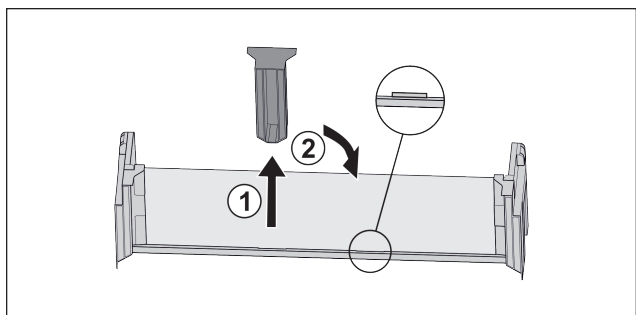

Fig. 18
- ▶ Middelste vasthouddoel lostrekken Fig. 18 (1).
- ▶ Middelste vasthouddoel in tweede positie inzetten Fig. 18 (2).